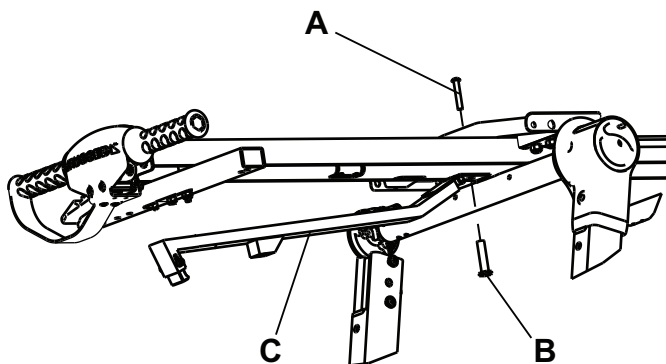

Figura 6 – Brațul cu cârlig
- a. Folosind o cheie în stea T27H și o cheie M16, scoateți șurubul cu cap rotund (A) și piulița cu flanșă (B) (Figura 6). Păstrați șurubul și piulița.
- b. Aplicați **Loctite® 242** albastru pe șurubul cu cap rotund (A) sau pe piulița cu flanșă (B).
- c. Montați ansamblul brațului cu cârlig furnizat (C) (610000010016) cu șurubul și piulița scoase la pasul 5a (Figura 6).